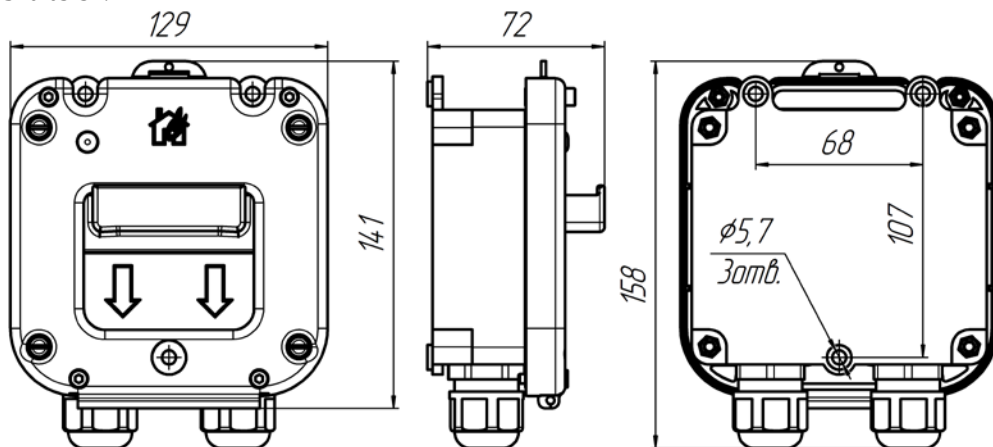

Рис.3. Габаритные размеры извещателя
2.4. Конструктивно извещатель состоит из пластикового корпуса, все части которого выполнены из антистатического пластика с поверхностным сопротивлением не более 10^9 Ом/см² при температуре $(23 \pm 2)^\circ\text{C}$ и относительной влажности $(50 \pm 5)\%$ в соответствии с ГОСТ 31610.0-2019 (IEC 60079-0:2017), основание которого с электронным блоком закрепляется на стене помещения. Затем лицевая панель с приводным элементом шурупами крепится к основанию. Корпус извещателя по требованию заказчика может быть оборудован герметичными пластиковыми кабельными вводами для подведения проводников диаметром от 6 до 12мм или от 13 до 18мм, герметичными вводами МКВ (см. таблицу) из нержавеющей стали марки 12Х18Н10Т, предназначенными для различных вариантов прокладки кабеля количеством 2 шт. Элементы конструкции извещателя показаны на рис.1. Габаритные размеры извещателя показаны на рис.3.